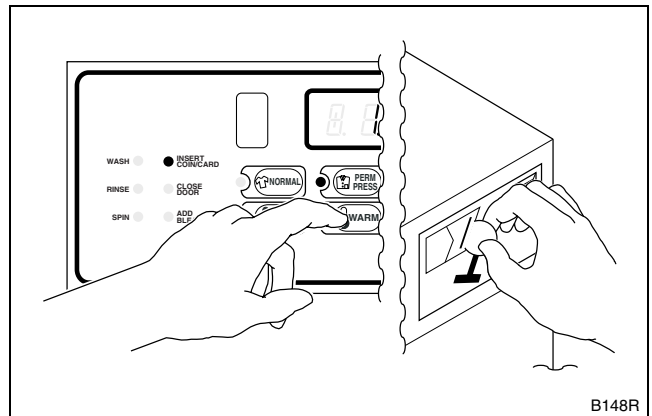

Figura 12
5. Seleccione ciclo y temperatura. Consulte las *Figura 12*.
6. **Para máquinas equipadas con un medidor de monedas:** Insertar monedas. Consulte la *Figura 12*.